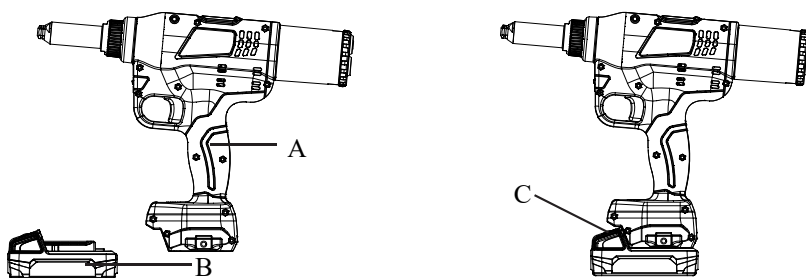

Fig. 4
POUR RETIRER LA BATTERIE : Appuyez sur le bouton de libération de la batterie (C) et retirez la batterie (B) de l'outil (A). (voir Fig. 4)
POUR INSTALLER LA BATTERIE : Introduisez la batterie (B) dans l'outil jusqu'à ce qu'elle s'enclenche correctement. (voir Fig. 4)